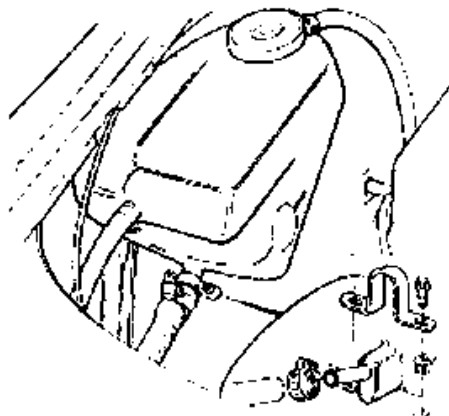

Figura 80: Parafusos de fixação ao grampo inferior do reservatório de expansão.
- 4 . Remover os dois parafusos da braçadeira inferior de fixação do reservatório, deslocando-o, posteriormente, do grampo superior (Figura 80). Esvaziar o reservatório de expansão e suspendê-lo o suficiente para evitar a entrada de líquido vindo das mangueiras;